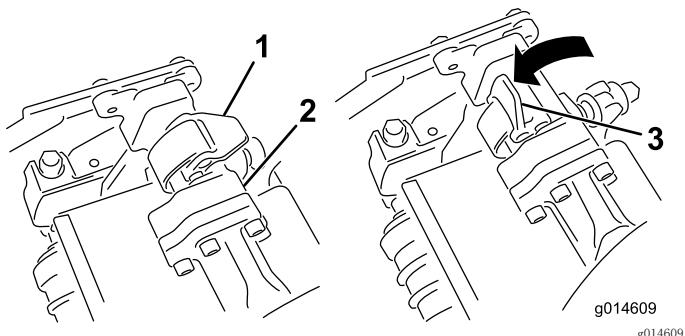
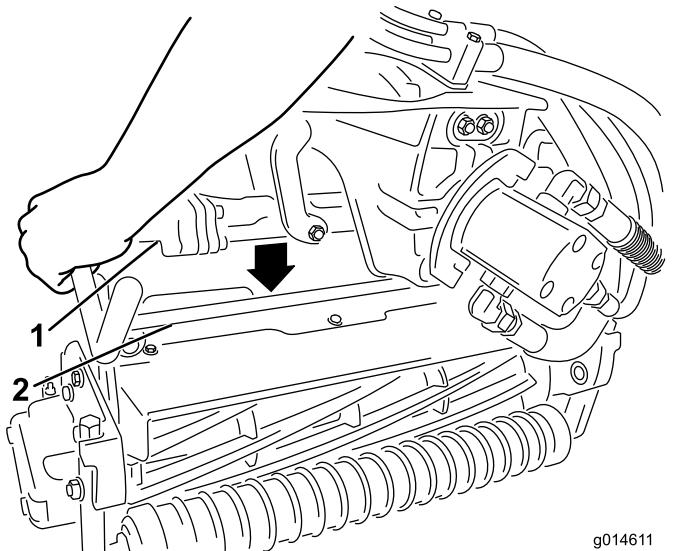

图12
图13
- 当悬挂臂杆上的闩锁指向上方（即打开）时（图 12），向下压悬挂臂，使悬挂臂杆与滚刀组上方的支架相契合（图13）。
- 向下并绕着滚刀组横杆关闭闩锁，将它们锁定到位（图12）。